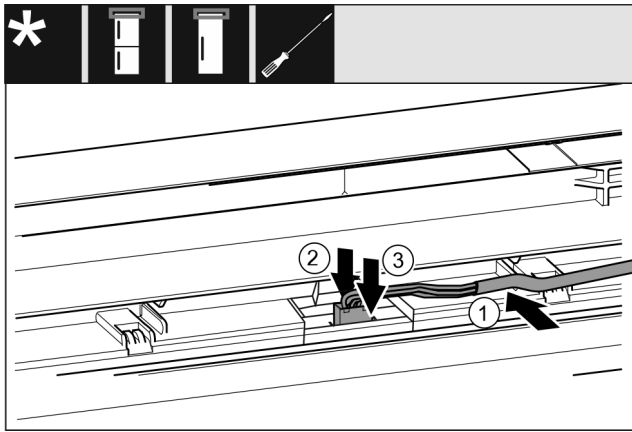

Fig. 42
- ▶ Вставте сірий кабель в направляючу в верхніх дверцятах. Fig. 42 (1)
- ▶ Притисніть фіксувальний виступ назад Fig. 42 (2)
- ▶ Зафіксуйте штекер. Fig. 42 (3)